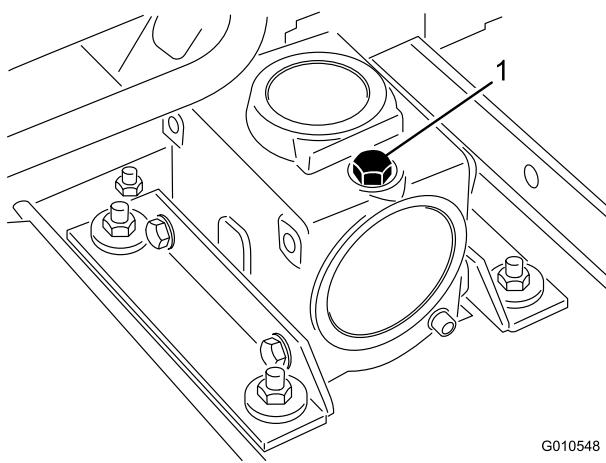

図 18
- ギアボックス図18の上部についているディップスティック兼プラグを外し、潤滑油がディップスティックの2つのマークの間まであることを確認する。